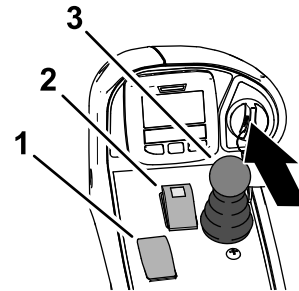

Рисунок 44
- Убедитесь, что выключатель ВОМ установлен в положение ВЫКЛ (Рисунок 44).